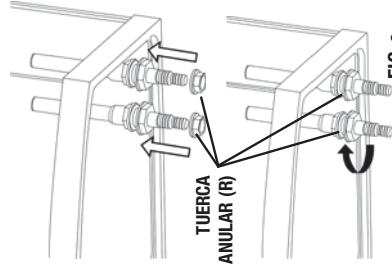
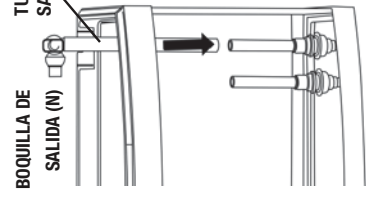

FIG. 3
FIG. 4
3. Abra la mesa. Enrosque y ajuste la tuerca anular (R) en el extremo inferior del tubo (A) (Fig. 3).
4. Inserte la boquilla de salida (N) en uno de los extremos del tubo (B).
5. Inserte el tubo de salida (B) en el tubo de conexión (A) (Fig. 4).
6. Regule la altura de las boquillas de salida, según sea necesario, deslizando el tubo de salida (B) a lo largo del tubo de conexión (A).
7. Las boquillas de salida (N) pueden girarse con facilidad para desviar el flujo de agua al lugar que necesite.
3. Abra la mesa. Enrosque y ajuste la tuerca anular (R) en el extremo inferior del segundo tubo (A) (Fig. 3).